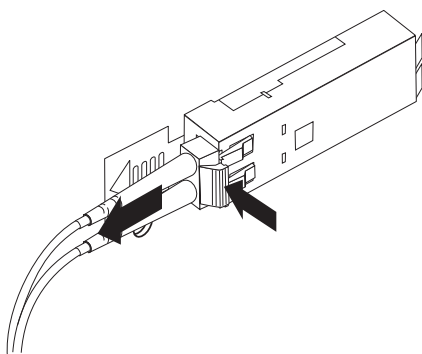

図 34. LC-LC ファイバー・チャネル・ケーブルの取り外し
2. 図 34 に示すように、コネクタを慎重に引っ張って、SFP モジュールからケーブルを取り外します。